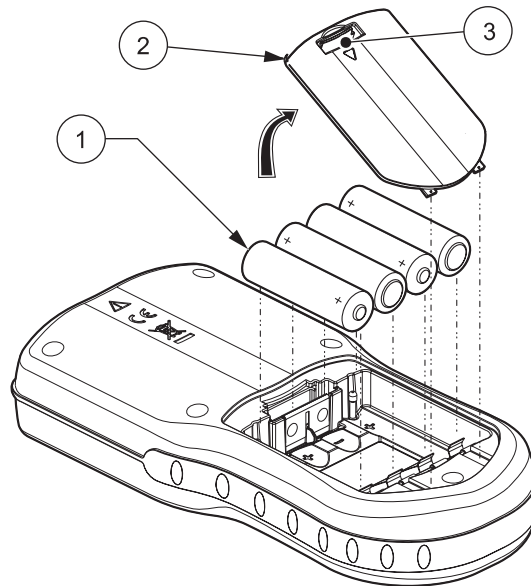

Abbildung 3 Einsetzen der Batterien
1. Ziehen Sie die Verriegelung des Batteriefachs zurück und entfernen Sie den Deckel wie in Abbildung 3 dargestellt.